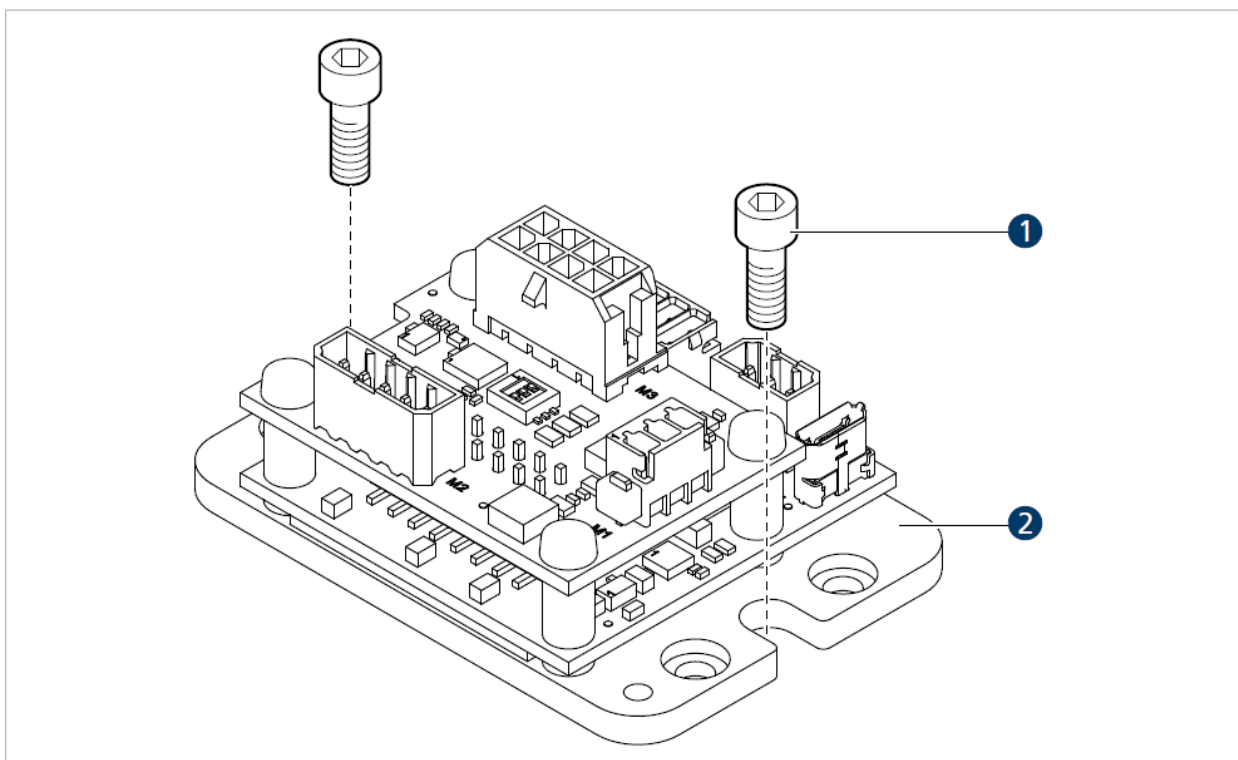

図 9：サイドプレートによる取り付け
- ▶ 図 9 に示すように、ネジ（1）を使用してモーションコントローラ（2）を取り付けプレートに固定します。